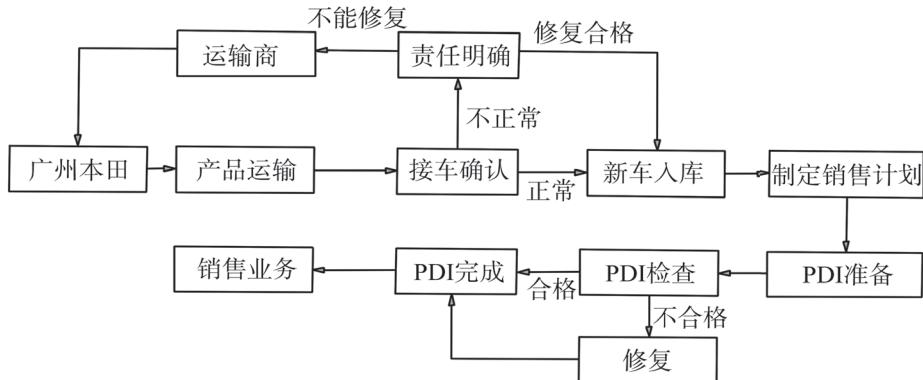

图1-4 汽车4S店PDI检查的基本运作流程图
- (1) 实施PDI检查的方式。
- ① 新车交付给用户前一天内完成PDI检查。
- ② 销售部门必须提前两天通知服务部门，以便服务部门合理安排人员实施检查作业。
- ③ 销售部门与服务部门在PDI实施前、后的交接时必须做好车辆及随车物品移交手续（如随车物品、PDI检查单等）。
- (2) 实施PDI检查的流程：特约店在实施PDI检查作业时，务必遵循流程。以广州本田汽车4S店为例，汽车4S店PDI检查的基本运作流程图如图1-4所示。